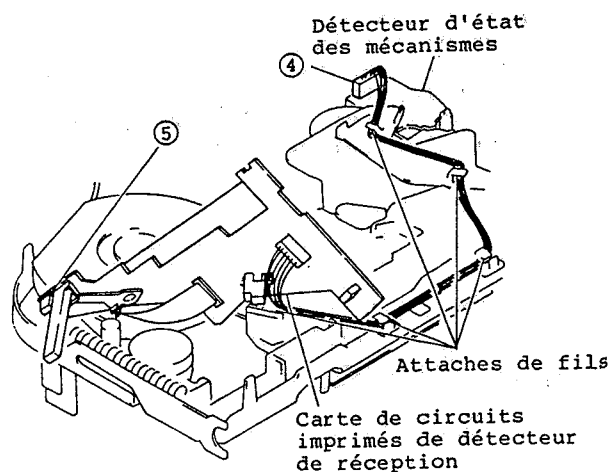

Fig. 2-63
4. Débrancher le connecteur CN001 du détecteur d'état des mécanismes et dégager les fils de connexion des attaches. (Se reporter à la figure 2-63)